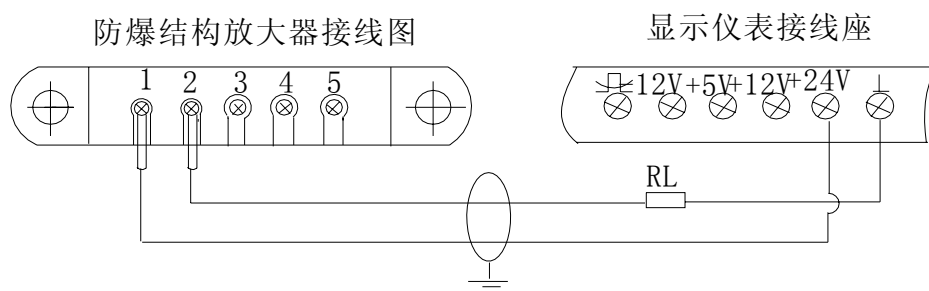

图 14
e. 隔爆式防爆放大器 (+24V·DC 供电二线制) 与显示仪表间的接线 (图 14)